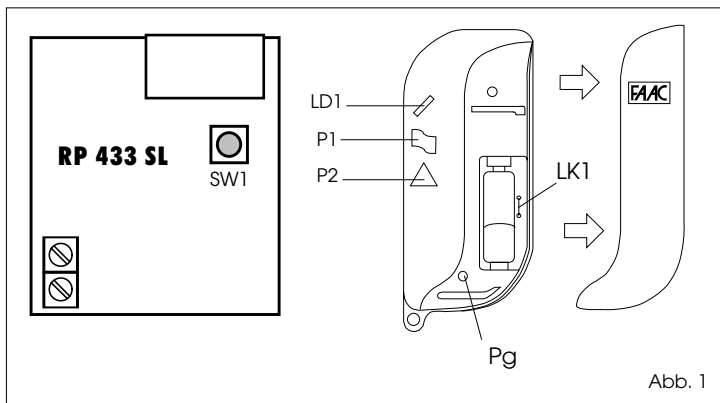

Abb. 1
1) Durch Abschieben des Deckels gem. Abb.1 das Sendergehäuse öffnen, wodurch die Taste zur Codeerzeugung (Abb.1-Pos.Pg) zugänglich wird.
2) Die dem jeweils zu kodierenden Kanal zugeordnete Aktiviertaste P (Abb.1) drücken und gedrückt halten.
Hierbei sicherstellen, daß die Anzeige-Led (Abb.1-Pos.LD1) aufleuchtet.
3) Die Taste Pg zur Codeerzeugung (Abb.1) ca.1 Sekunde drücken.